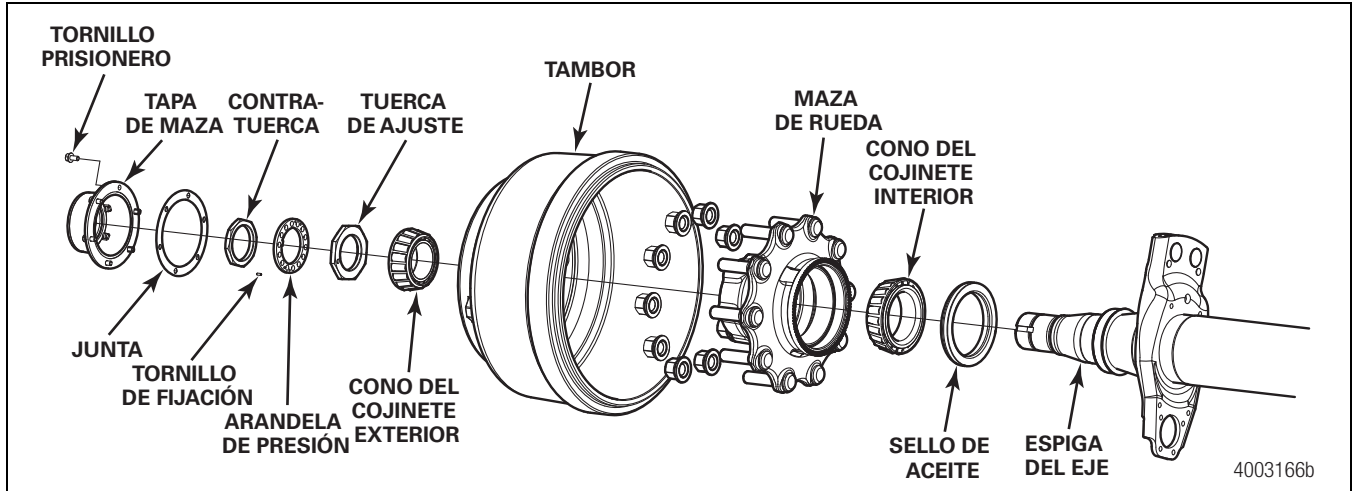

Figura 3.7
10. Retire el tornillo de fijación de la arandela de presión. Después retire la contratuerca, la arandela de presión y la tuerca de ajuste. Figura 3.7.
12. Desmonte de la espiga o de la maza el cono de cojinete interior y el sello. Deseche el sello. Figura 3.7.